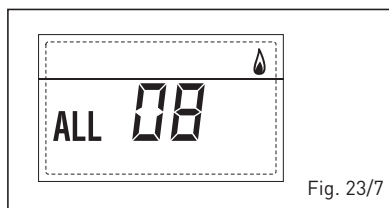

Fig. 23/7
– **ANOMALÍA CIRCULACIÓN AGUA “ALL 09” (fig. 23/8)**